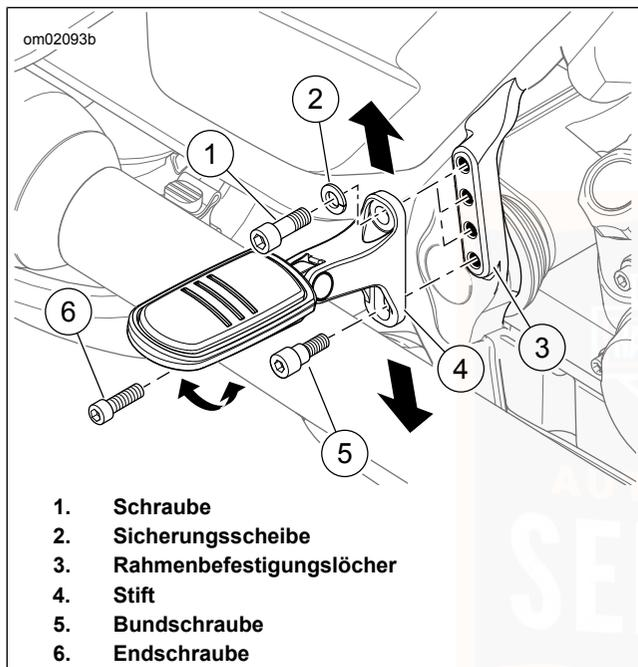

Abbildung 32. Soziusfußraste: FLHX, FLHXS, FLTRX, FLTRXS, FLHRXS
Siehe Abbildung 32. Falls sich die Halterung nicht nach oben oder unten verschieben lässt, die untere Bundschraube (5) lockern, aber nicht entfernen.
1. Die obere Schraube (1) und Sicherungsscheibe (2) der Halterung entfernen.
1. Siehe Abbildung 32. Die Endschraube (6) lockern.